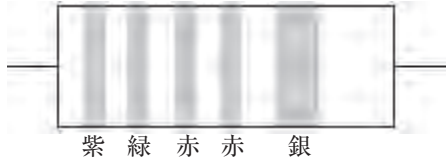

図1
(1) 正しく単位を変換しているものを1～5から一つ選べ。解答番号は
(2) JIS Z 8000に規定されている、S I組立単位[r a d]は何を表しているか。正しいものを1～5から一つ選べ。解答番号は
(3) JIS C 5062に規定されている固定抵抗器の抵抗値の表示について、図1の固定抵抗器の抵抗値は次のうちどれか。表1を用いて、正しいものを1～5から一つ選べ。解答番号は